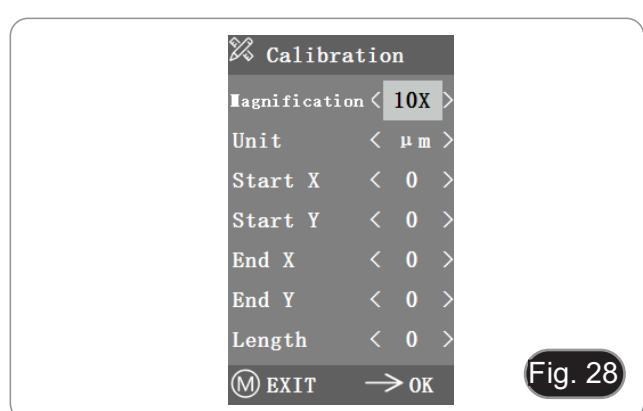

Fig. 28
- Après être entré dans le menu Calibration, la boîte de dialogue de la Fig. 28 apparaît.